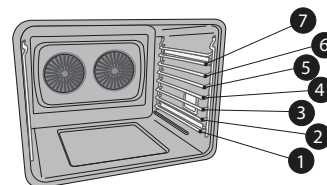

Figure 19 : Positions des grilles
5. Au bout de 2 minutes, placez les aliments dans le four aux positions de grille (Tableau 3) et (Figure 19) recommandées. Assurez-vous de placer les plats contenant de la viande directement sous l'élément de gril et de fermer la porte du four lors de la cuisson au gril.